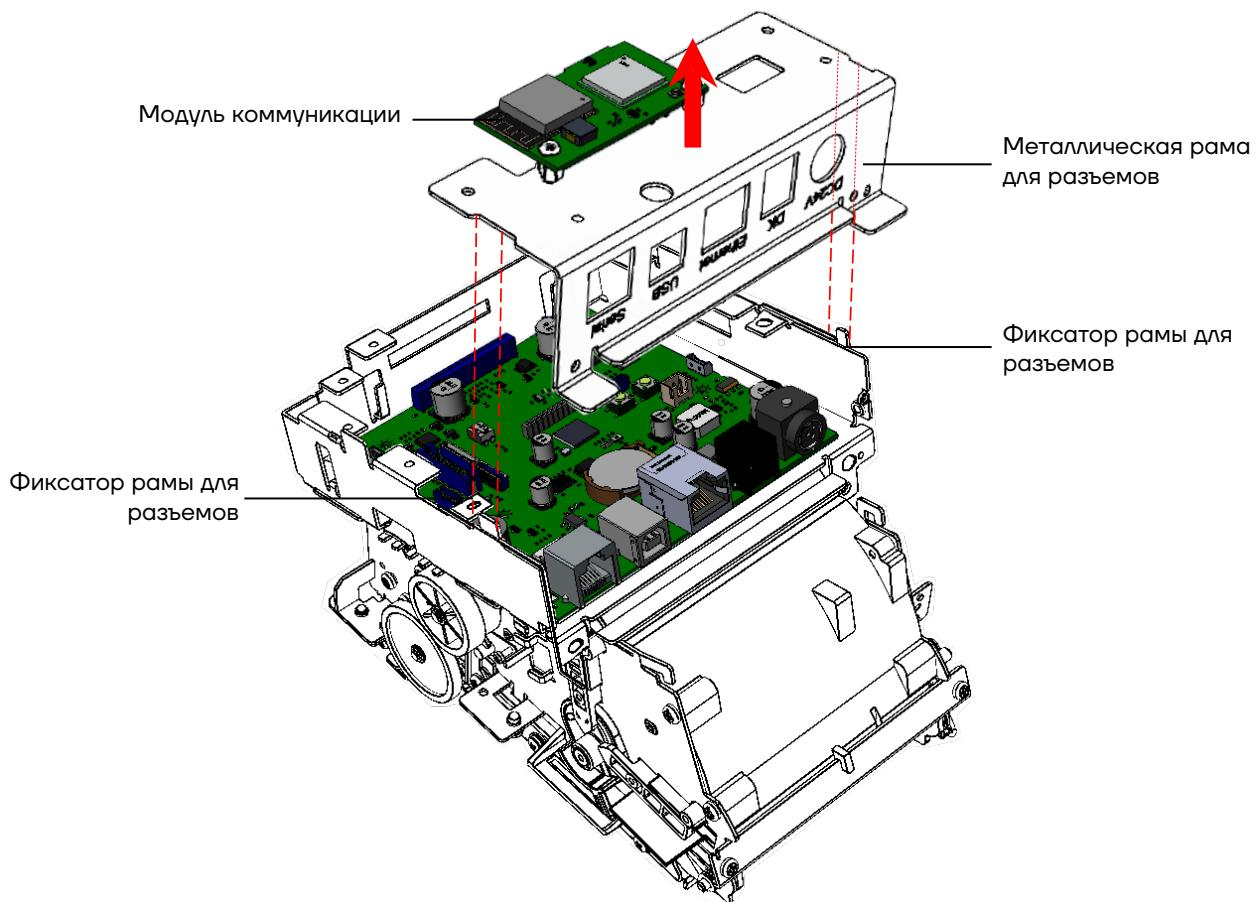

Рисунок 24. Отделение металлической планки от корпуса печатающего устройства
**13** Аккуратно установить металлическую панель для разъемов с установленным на ней модулем коммуникации на корпус печатающего устройства, фиксаторы должны быть расположены в боковых углублениях металлической рамы для разъемов, вкрутить четыре винта крепления (рисунок 24).